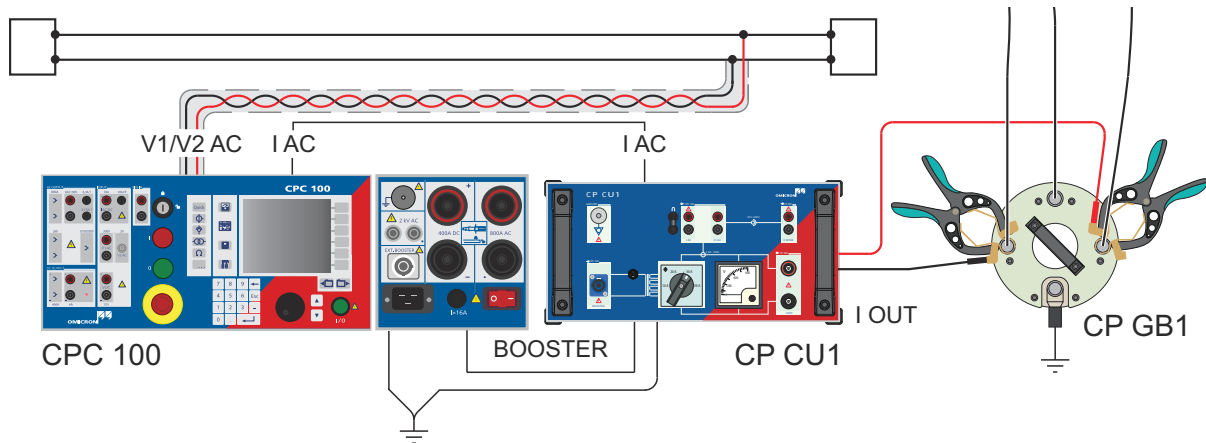

Figure 6-2: Montage de mesure du couplage entre lignes/câbles pour la mesure ligne-ligne
9. Reconnectez le câble de mesure, comme illustré à la figure 6-2 ci-dessous.